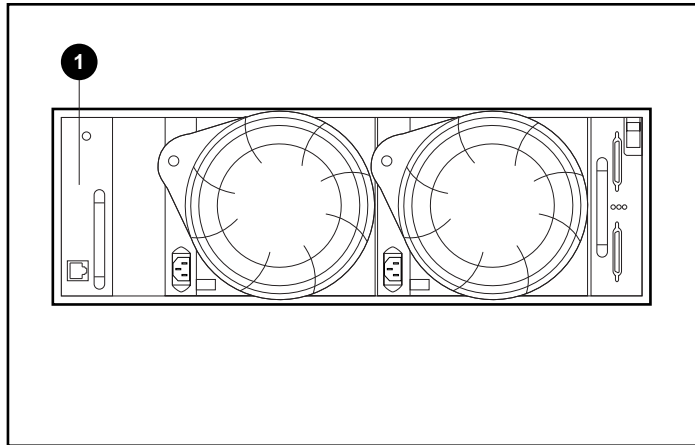

Figure 4-2. Emplacement de l'EMU
L'EMU se monte dans le compartiment arrière gauche ❶ du boîtier (voir Figure 4-2).